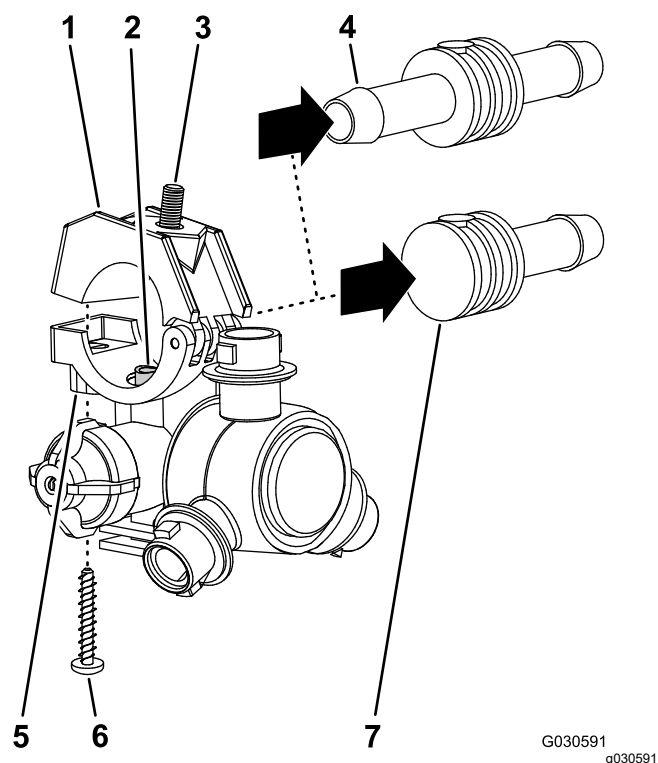

Рисунок 52
2. Отверните винт из нержавеющей стали (№ 12 x 1 1/4 дюйма), который крепит верхнюю половину зажима и хвостовик двухстороннего или одностороннего шлангового штуцера типа «елочка» (3/4 дюйма) к корпусу распылительного сопла, и отделите хвостовик шлангового штуцера типа «елочка» и шланг от сопла (Рисунок 52).